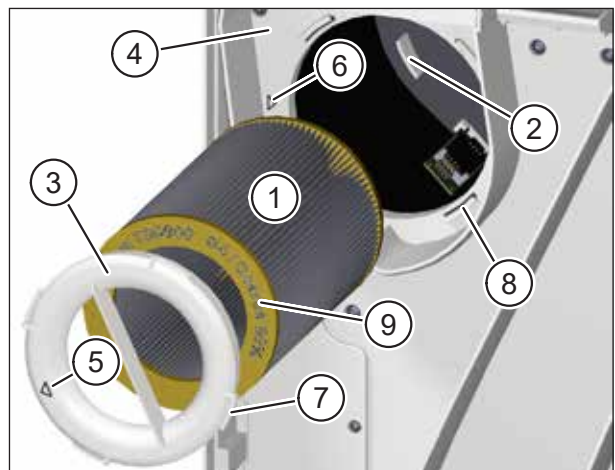

Abb. 18: Neuen Abluftfilter einsetzen
- ▶ Führen Sie den neuen Abluftfilter (Pos. 1 in Abb. 18) vorsichtig in das Lüftungsgerät ein.
- ▶ Achten Sie darauf, dass der Luftfilter in die 3 Haltenasen (Pos. 2 in Abb. 18) an der Rückwand des Lüftungsgerätes gleitet.
- ▶ Setzen Sie den Filterring (Pos. 3 in Abb. 18) auf den Abluftfilter auf. Achten Sie darauf, dass der Filterring plan auf der Zwischenplatte (Pos. 4 in Abb. 18) aufliegt.
- ▶ Drehen Sie den Filterring im Uhrzeigersinn, bis der Pfeil auf dem Filterring (Pos. 5 in Abb. 18) mit dem Pfeil der Arretierposition (Pos. 6 in Abb. 18) fluchtet. Achten Sie darauf, dass die 4 Nasen (Pos. 7 in Abb. 18) am Filterring in den Halterungen (Pos. 8 in Abb. 18) an der Zwischenplatte einrasten.
- Als Abluftfilter darf nur M-WRG-II FS, Art.-Nr. 750000, verwendet werden. Art.-Nr. und Luftfilterklasse sind auf der gelben Endscheibe des Luftfilters (Pos. 9 in Abb. 18) eingeprägt.